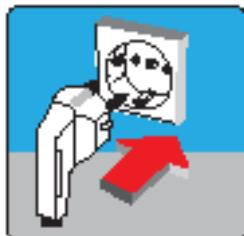

FIGURA 13
- Se il vostro prodotto è stata scossa durante il trasporto e il posizionamento, in attesa di essere raffreddato (1) ora senza correre. Così, se l'olio nel compressore è infetto, di nuovo. Se funziona senza prestare attenzione a questa situazione, si può danneggiare il compressore.
- Collegare il prodotto a una presa stabilita in conformità delle norme, ha solo 220-240V/50 corrente Hz alternata. (Figura 13)